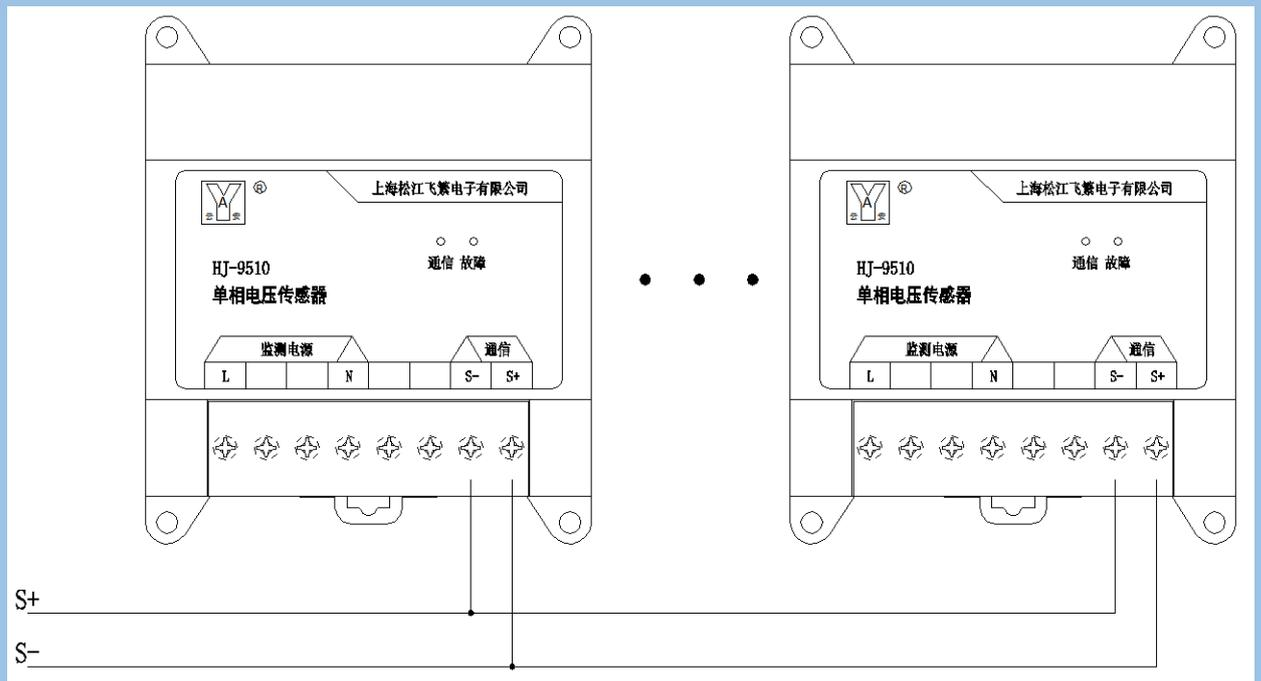

图 3：单相电压传感器-总线接线图
(2) 控制器通过二总线(S+、S-)将该回路上所有传感器按二总线并联方式接线(如图 3 所示)。